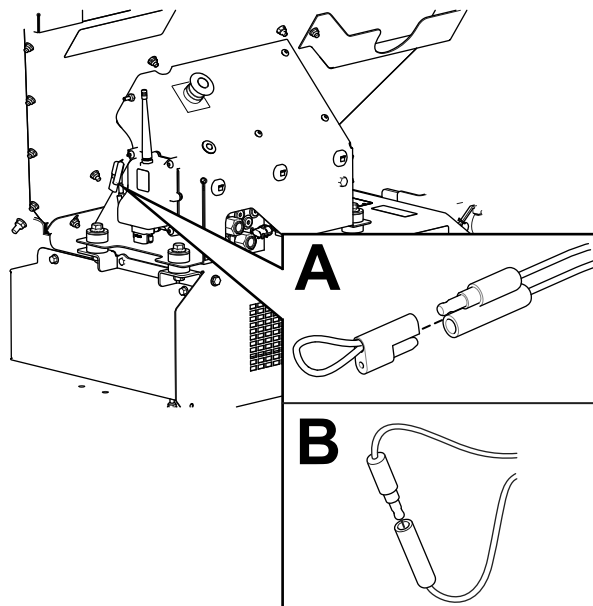

Figure 63
3. Branchez ensemble les prises shunt de diagnostic (Figure 63, B).
- Débranchez les prises shunt de diagnostic (Figure 63, B).
- Poussez le bouchon captif sur les 2 prises shunt de diagnostic (Figure 63, A).